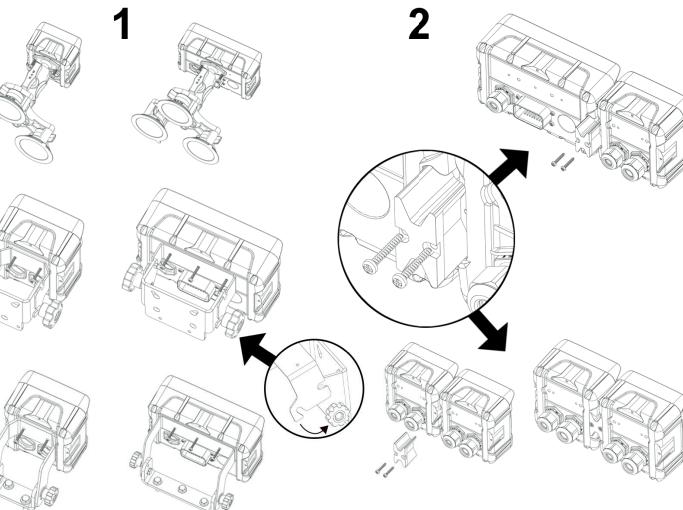

Fig. 1
NOTA: É possível combinar a Caixa Hidráulica com as Caixas de Comando de pulverização. Utilize a trava de engate para conexão (2, Fig.1).
Conexão de caixa opcional – elétrica (Fig. 1)
1. Acople a caixa opcional ao conjunto principal e aperte os parafusos (2, Fig. 1);
Montaje de la caja de control (Fig. 1)
Fije la caja de control utilizando el soporte cerca del asiento del conductor en una posición visible y protegida. Los controles deben ser fácilmente accesibles y no deben obstruir la visibilidad del asiento del conductor (I, Fig. 1).
NOTA: Es posible combinar la Caja de Control Hidráulico con las Cajas de Control de Pulverización. Utilice el seguro de enganche para la conexión (2, Fig. 1).
Conexión de la caja eléctrica opcional (Fig. 1)
1. Acople la caja opcional al conjunto principal y apriete los tornillos (**2, Fig. 1**);